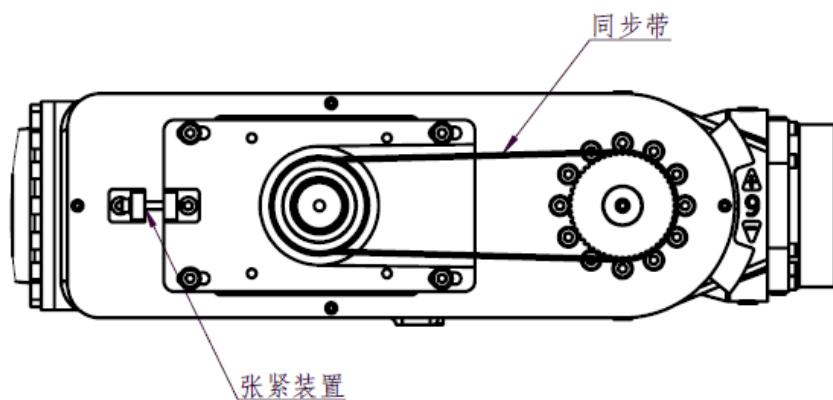

图 4-2 SR50B 手腕同步带结构图
3. SR50B 机器人手腕处同步带结构如图 4-2 所示。更换同步带时，必须使皮带的张力降到最低，才能取出，严禁同步带在有高张力的情况下，利用非专业的